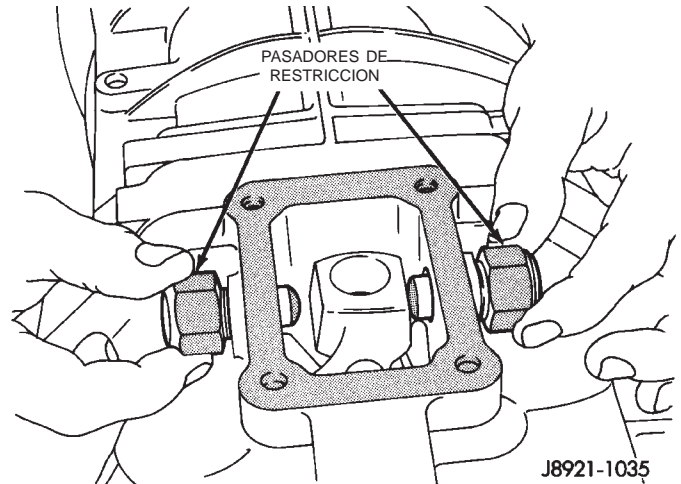

Fig. 24 Pasadores de restricción del brazo de cambios
- (11) Retire los pasadores de restricción del brazo de cambios (Fig. 24).